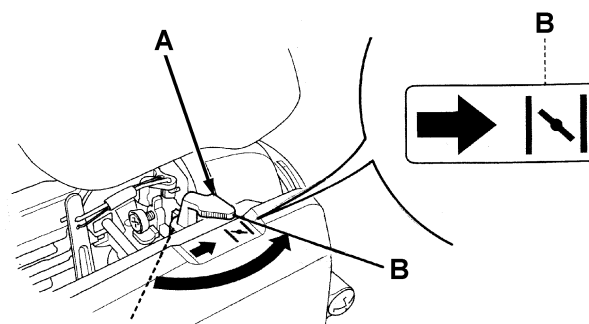

Figure 3
4. Porter le levier de l'air (starter) (A, Fig. 3) dans la position "fermé" en introduisant la main dans le logement (29), sans ouvrir le coffre (7).
- Après environ 5 secondes du démarrage du moteur, relâcher le levier de l'air (starter) (A, Fig. 3) en introduisant la main dans le logement (29), sans ouvrir le coffre (7).
- Désactiver le frein à pédale (26) (optionnel).
- Baisser le balai latéral (10), puis dégager le dispositif de retenue (2) et baisser le pommeau (12) sans le tourner.